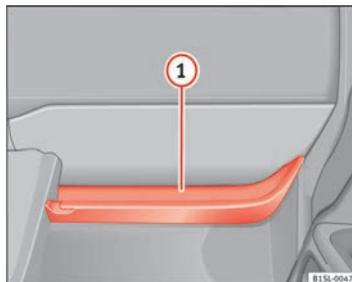

Fig. 74 Portaoggetti aperto sul lato del passeggero
Nel vano portaoggetti aperto si trova un gancio per le borse ⇒ fig. 74 ①.